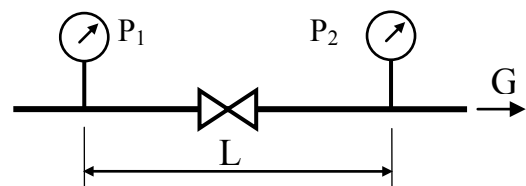

Рисунок 7.5
7.2.8 Визначити втрати тиску (в Па, кПа, бар, атм, МПа) на вентилі, який встановлений на трубопроводі з діаметром d , при витраті води G (рис. 7.5). Коефіцієнт місцевого опору ζ заданий. Температура води t .